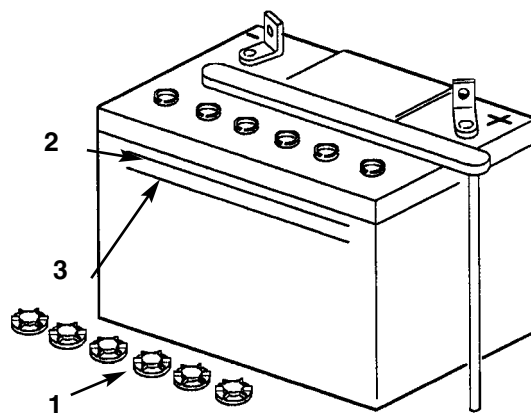

Fig. 23
2. Se på batteriets side. Elektrolytten skal stå opp til "UPPER" (ØVRE) strek (fig. 23), og må aldri falle til under "LOWER" (NEDRE) strek (fig. 23).
2. Skru av påfyllingslokkene (fig. 23).
3. Hell destillert vann langsomt på hver celle til nivået kommer opp til "UPPER" (ØVRE) strek (fig. 23) på batteriet.